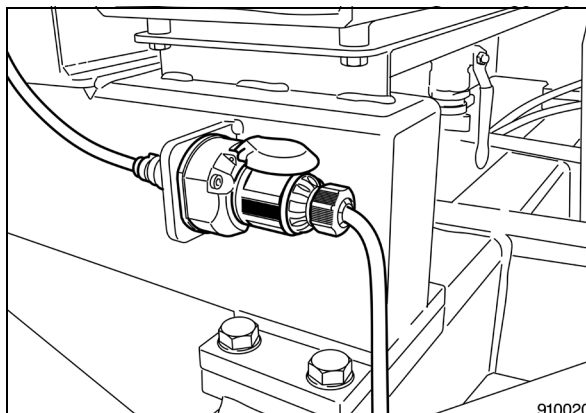

Bild 20
- Fernsteuerung an der Steckdose (Bild 20) anschließen.